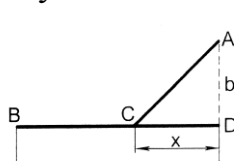

Рис. 5.2
5.2. Обабіч від залізниці у пункті  $A$  (рис.5.2) перебуває склад лісу. Цей ліс треба перевезти на станцію  $B$ . З цією метою вирішили від пункту  $A$  до пункту  $C$  (на залізниці) прокласти прямолінійний автомобільний шлях. Як треба вибрати положення  $x$  пункту  $C$  на залізниці, щоб перевезти ліс з  $A$  до  $B$  за найменший час, якщо швидкість руху по автомобільному шляху  $v_1$ , а залізницею  $v_2$  ( $v_2 > v_1$ )?